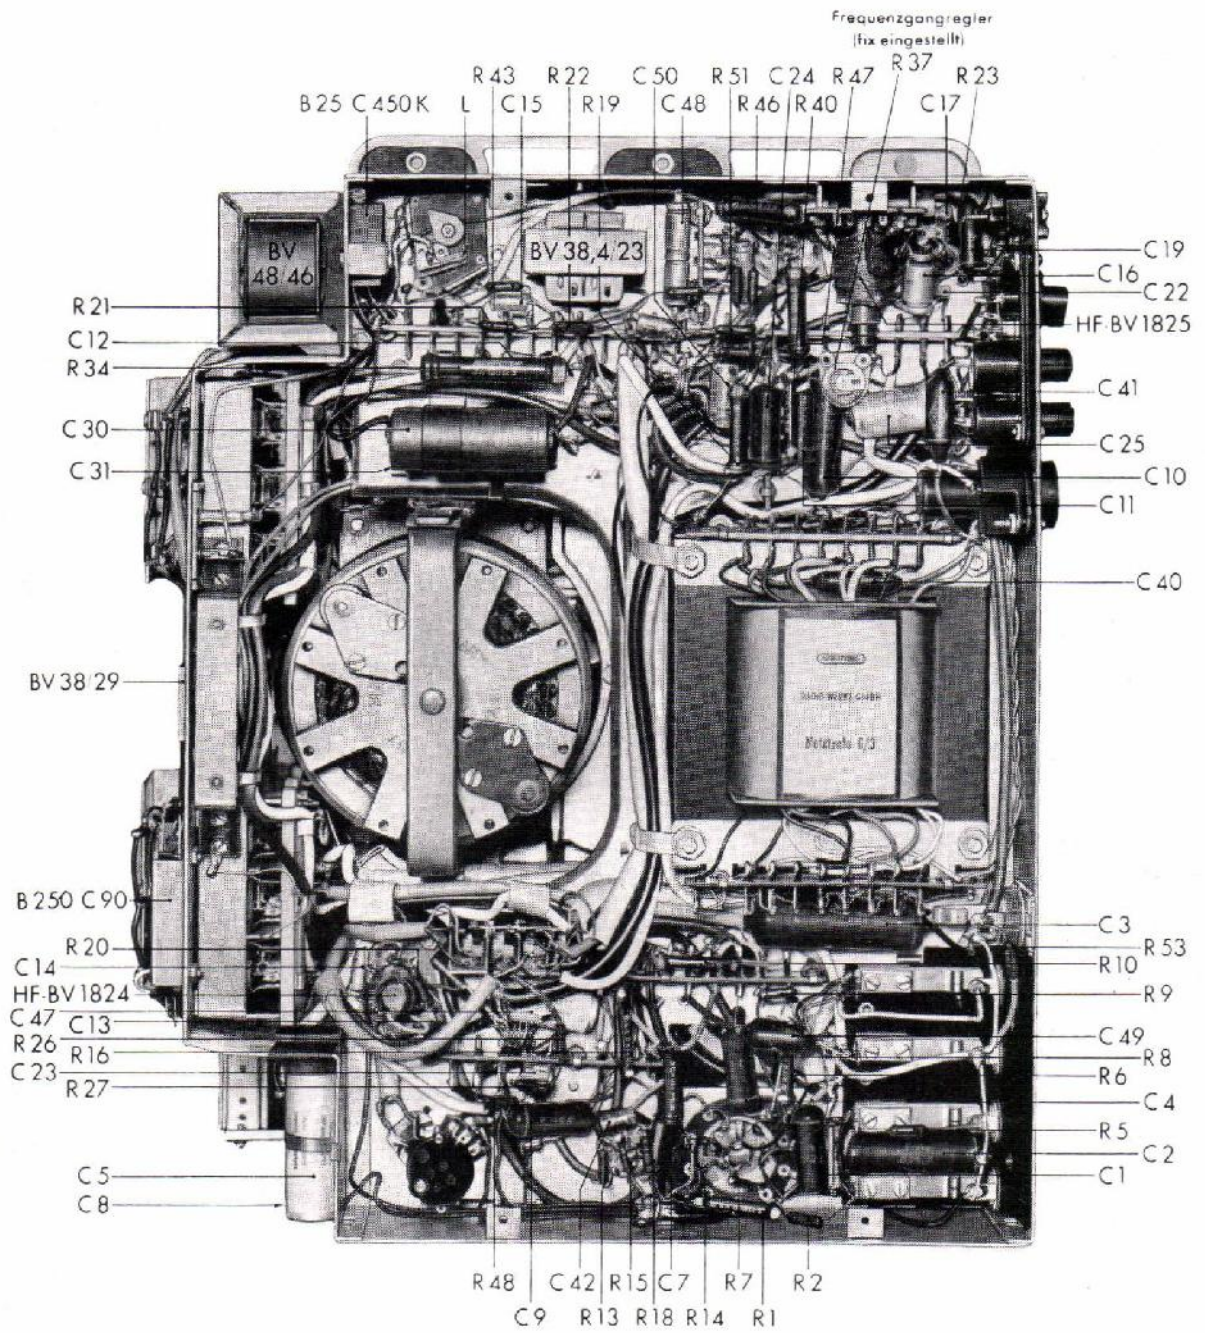

Abbildung 3 **Elektrischer Teil**
3. Verstärker und Netzteil: (siehe Abb. 3)